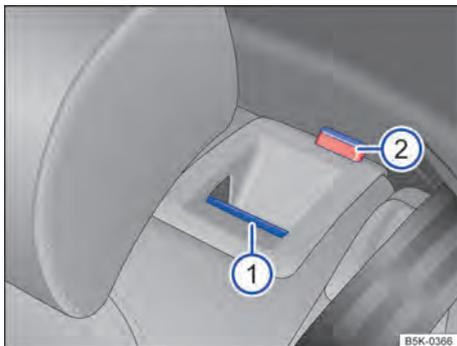

Fig. 63 No encosto do banco traseiro: botão de desbloqueio.
- Puxar o botão de destravamento → Fig. 63 (1) para frente e, ao mesmo tempo, rebater o encosto do banco traseiro para frente.
- A respectiva parte de encosto do banco traseiro estará destravada quando a marcação vermelha → Fig. 63 (2) estiver visível.
- A marcação vermelha → Fig. 63 (2) não pode mais estar visível.